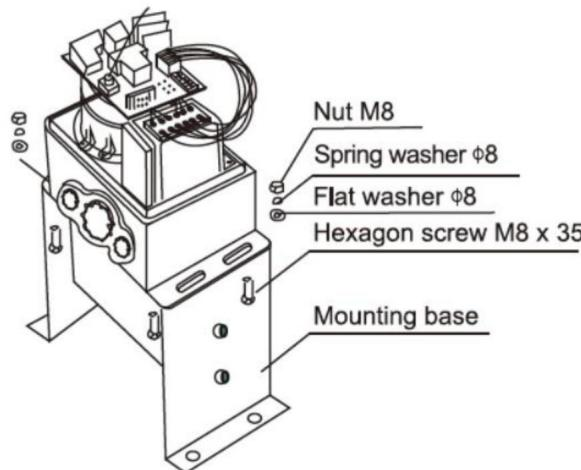

Abbildung 6
- c) Montieren Sie den Maschinenmotor an der Montagebasis, wie in Abbildung 6 gezeigt.